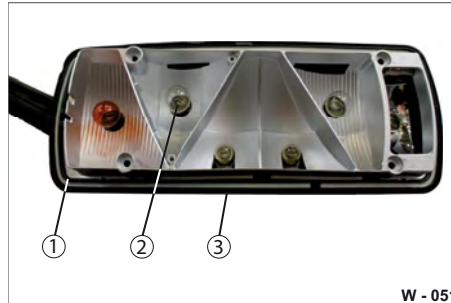

Abb. 58 Heckleuchte geöffnet
- ▶ Setzen Sie die äußere Lichtscheibe dicht auf das Gehäuse (Abb. 58/3).
- ▶ Achten Sie auf den richtigen Sitz der Dichtung (Abb. 58/1). Erneuert Sie beschädigte / gerissene Dichtungen.